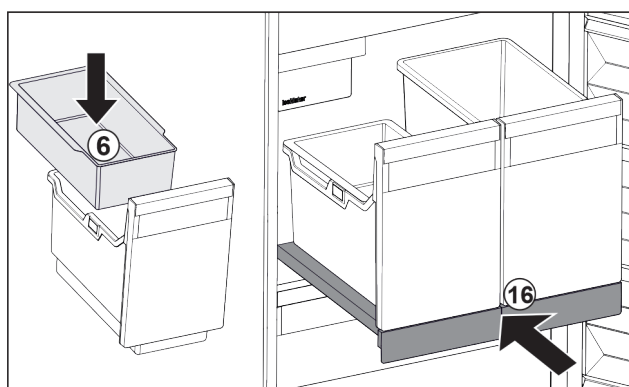

Fig. 107
- ▶ 安装冰块挂盘 Fig. 107 (6)。
- ▶ 将带有容器 (IceTower) 的拉出式搁板推入。 Fig. 107 (16)